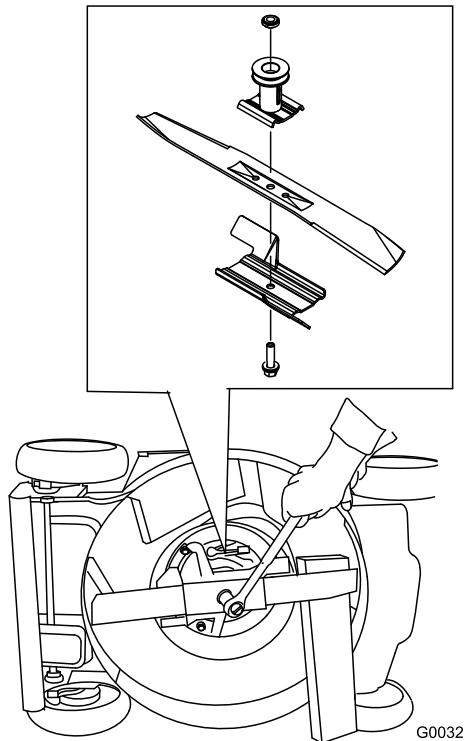

Figura 38
- Utilice un bloque de madera para inmovilizar la cuchilla (Figura 38).